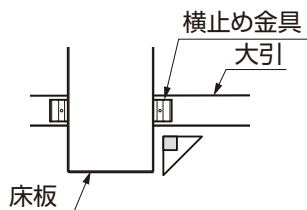

図4-8
①床板を大引に横止め金具と【8-1】で取付けてください。
- 大引と横止め金具が直角になるようにしてください。(図4-8参照)